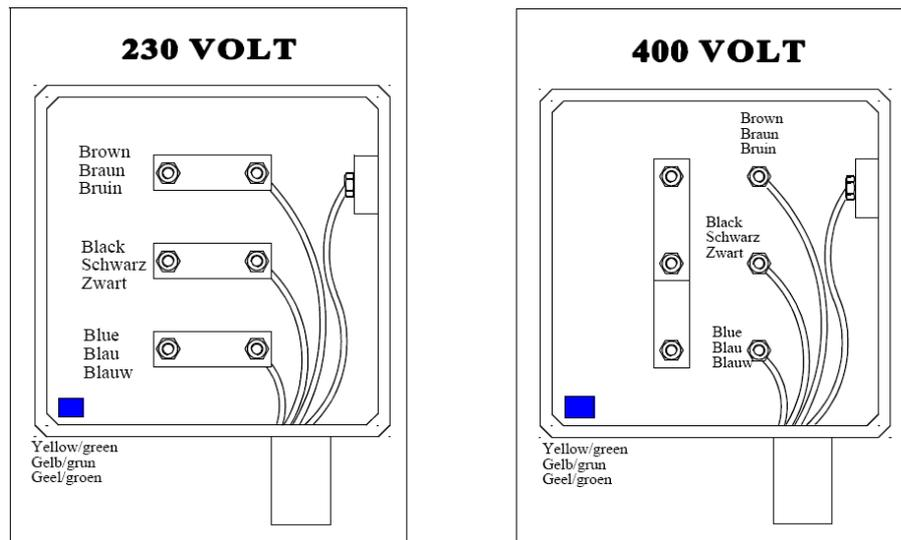

Abbildung 5.4-1: Verdrahtung im Klemmenkasten des Elektromotors
- Öffnen Sie den Klemmenkasten des Elektromotors und montieren Sie die Verteiler wie in Abbildung Abbildung 5.4-1 dargestellt.
Nehmen Sie die Verdrahtung des Netzkabels gemäß dem entsprechenden Schema in Abbildung 5.4-1 vor. Montieren Sie einen Ihrer Steckdose entsprechenden Stecker am Kabel. Überprüfen Sie anschließend die Laufrichtung des Schleifbands. Diese muss auf der Oberseite zum Kreuzträger hin gerichtet sein.